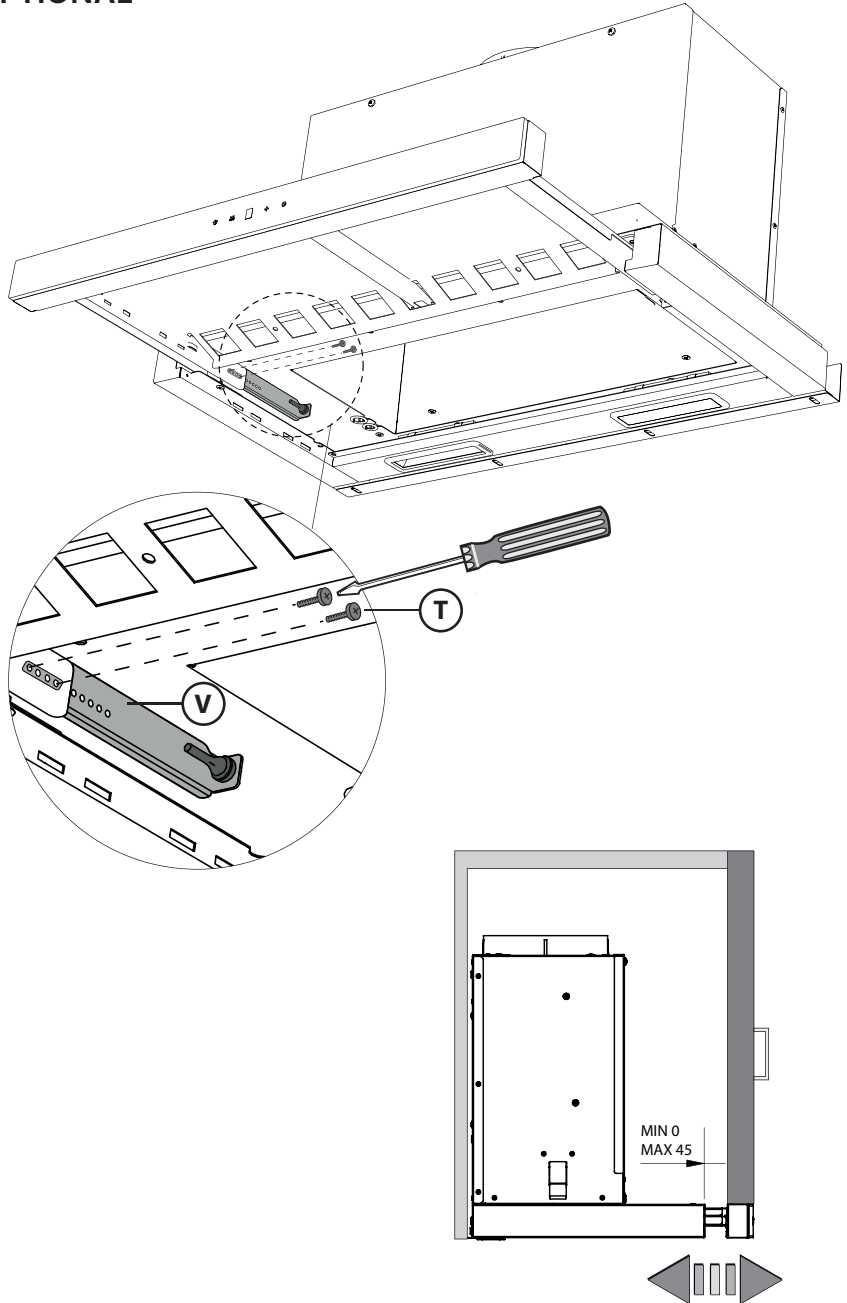

Fig.5
superiore deve essere all'esterno di quella inferiore. Non collegare lo scarico della cappa ad un condotto in cui circoli aria calda o utilizzato per evacuare fumi degli apparecchi alimentati da un'energia diversa da quella elettrica. Prima di procedere alle operazioni di montaggio, per una più facile manovrabilità dell'apparecchio disinserire i filtro/i antigrasso (Fig.5). -Nel caso di montaggio dell'apparecchio in versione aspirante predisporre il foro di evacuazione aria.
- Allineare il frontale della cappa con lo sportello del mobile agendo sulla staffa di regolazione **V** (Fig.5), se fornita. Per effettuare la regolazione togliere le viti **T** e portare il frontale a filo con lo sportello del mobile. Riposizionare le viti **T** tolte in precedenza e bloccare il frontale (Fig. 5).